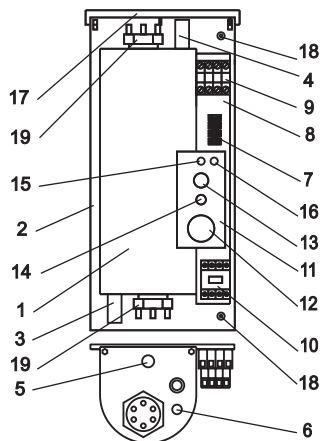

Рисунок 1 (кожух не показан):
4.1. Приборы ЭВАН-С1 -4; -5; -6; -7,5; -9; -12; -15; -18; -24; -30 в соответствии с рис. 1 состоят из следующих основных частей:
- котла (1) с входным (3) и выходным (4) патрубками G 1¹/₄, датчиком терморегулятора (6), аварийным самовозвратным термовыключателем (5), отключающим прибор при 92° С, и блоками трубчатых электронагревателей (ТЭН) (19);
- панели (2) с зажимом заземления (18) для подключения нулевого защитного проводника РЕ
- кронштейна (8) с размещенными на нем зажимом клеммным (7) для подключения циркуляционного насоса и датчика температуры воздуха, пускателем (10), элементами управления и сигнализации расположенными на панели управления (11);
- выключателя "СЕТЬ" (13) для включения водонагревателя в работу;